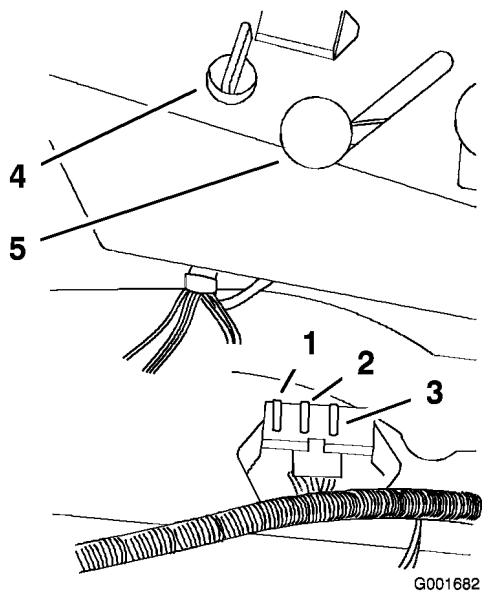

Figure 41
1. Soulevez le siège pour accéder au porte-fusibles (Figure 41).
3. Remplacez le fusible (Figure 41).